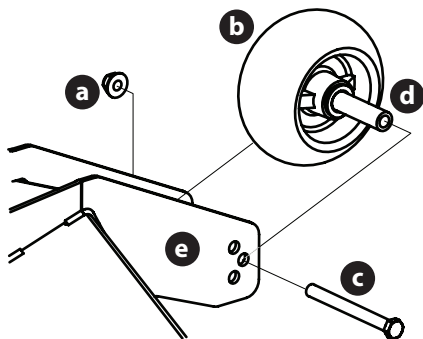

Fig. 48
2. Retire la tuerca de seguridad (a) que fija una de las ruedas de calibración delanteras (b) a la plataforma. Retire la rueda de calibración (b), el tornillo hexagonal (c) y el espaciador (d) (Fig. 48).
3. Inserte el tornillo hexagonal (c) en uno de los tres orificios de posicionamiento del soporte (e) de la rueda de calibración delantera que le dará a la rueda de calibración delantera (b), una separación de 1/4 a 1/2" del suelo (Fig. 48).
4. Observe el orificio de posicionamiento de la rueda de calibración delantera (b) que acaba de ajustar y ajuste la otra rueda de calibración delantera (b) en el orificio de posicionamiento respectivo del otro soporte de rueda de calibración delantera de la plataforma (e) (Fig. 48).